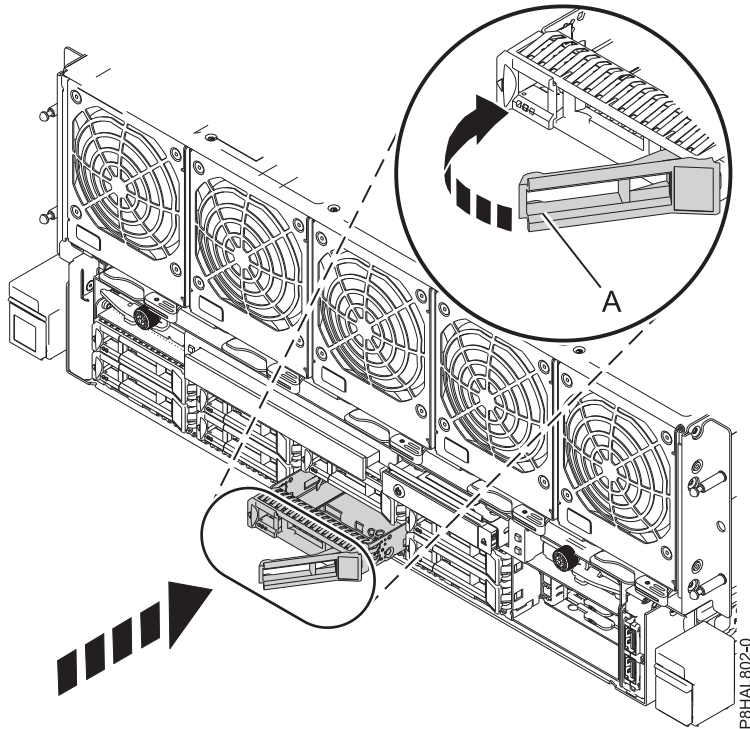

Figura 8. Instalación de una unidad de disco en un sistema
4. Desbloquee el asa de la bahía de unidad (A) ejerciendo presión y tirando de ella hacia usted. Si el asa no está extendida del todo, la unidad no entra en el sistema. Consulte la Figura 8 en la página 16.